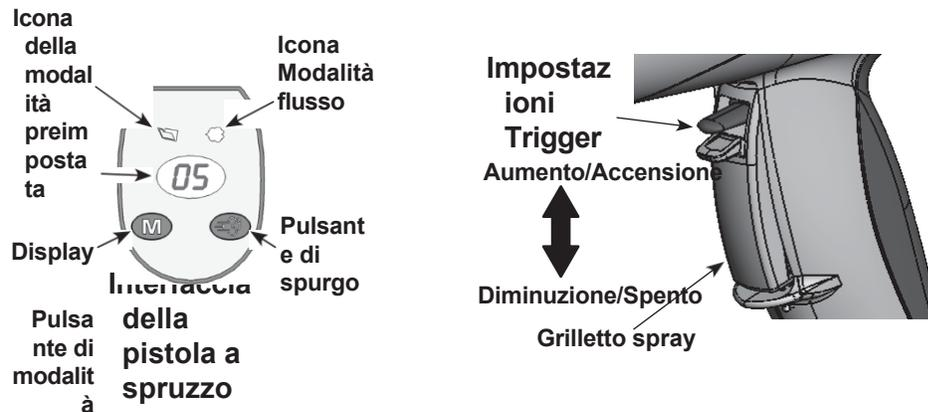

Figura 4 Controlli della pistola
1. Vedere la Figura 4. Rilasciare il grilletto di spruzzatura. Le preimpostazioni non possono essere modificate mentre la pistola è attivata.
1. Vedere la Figura 4. Tenere premuto il pulsante **Modalità** finché non si accende l'icona **Modalità flusso**.
1. Vedere la Figura 4. Puntare la pistola nella cabina e rilasciare il grilletto di spruzzatura.